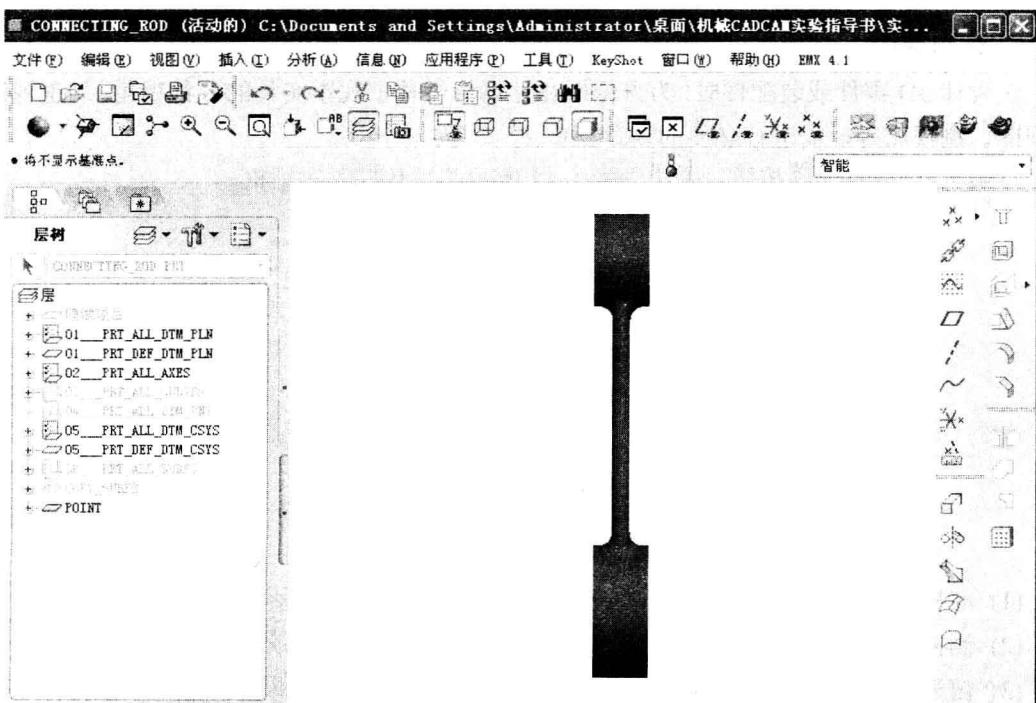

图 1-16 侧视图
- (2) 侧视图：点击视角控制对话框中的【RIGHT】，模型显示效果如图 1-16 所示。